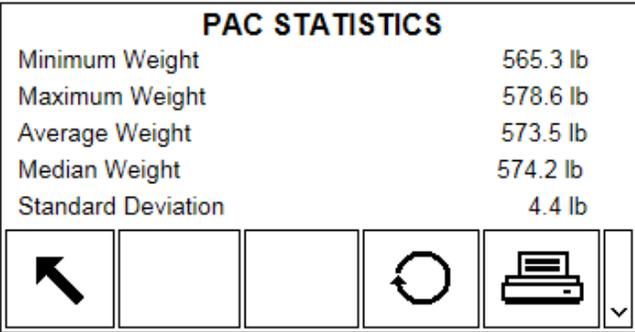

Figure D-2 : Visualisation des statistiques Pac
4. Les statistiques Pac telles que présentées sur la Figure D-2 seront affichées.
Pendant que les statistiques Pac sont affichées, (reportez-vous à la Figure D-2), toutes les données peuvent être réinitialisées en préparation de la période statistique suivante.